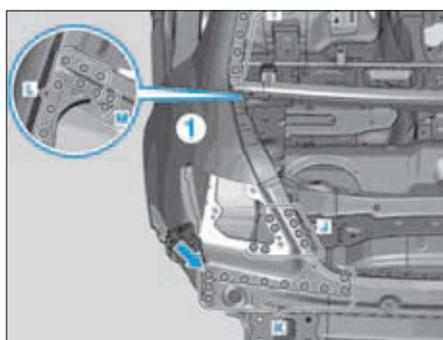

FIG. 99
- dans les zones (I, J, K, L et M) (Fig.99).